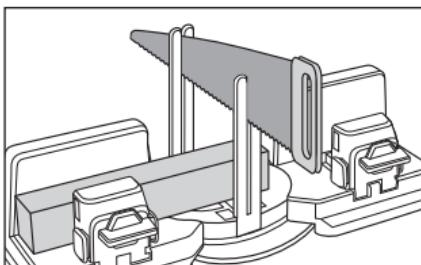

Fig. 7
- ◆ Con l'altra mano guidare la sega dall'alto tra le aste di guida **7** (vedere fig. 7).